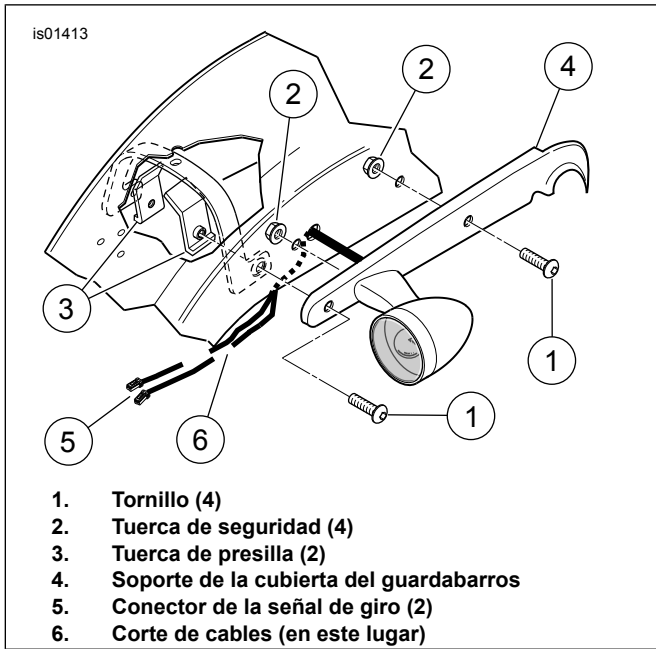

Figura 1. Extracción del soporte del guardabarros trasero
3. Vea la Figura 1. Es necesario quitar el lente de la luz trasera para tener acceso al conector Amp Multi-lock. Desconecte los conectores de ambas señales de giro y empújelos hacia abajo a través de la abertura en la luz trasera y guardabarros.
5. Vea la Figura 1. Extraiga y deseche los tornillos delantero y trasero con cabeza de botón (1), dos tuercas de seguridad (2) y tuercas presilla debajo del guardabarros (3) de las cubiertas izquierda y derecha del soporte del guardabarros trasero.